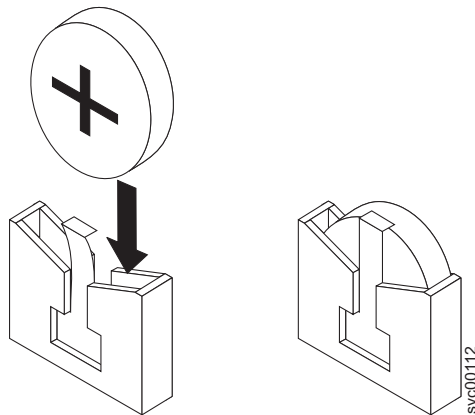

図 117. CMOS バッテリー・ソケット
- c. 図 117 に示すように、バッテリーが所定の位置に収まるまで下方にスライドさせます。